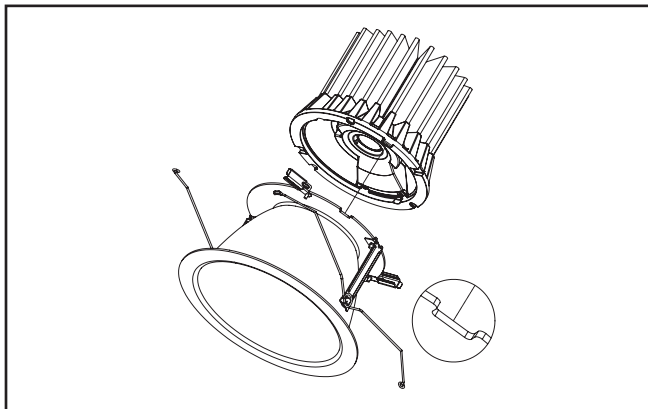

Figure 10.
3. Insérez le moteur-générateur de lumière lumineux à DEL sur dans l'ensemble assemblage de la garniture. Alignez la tige sur le du moteur-générateur de lumière à DEL sur la fente l'assemblage de la garniture. (Figure 10).